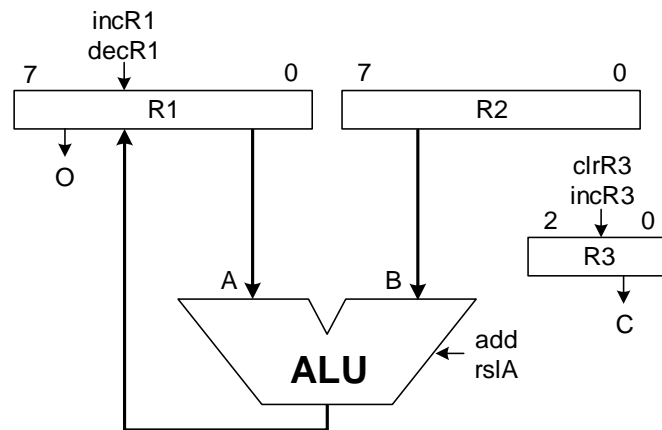
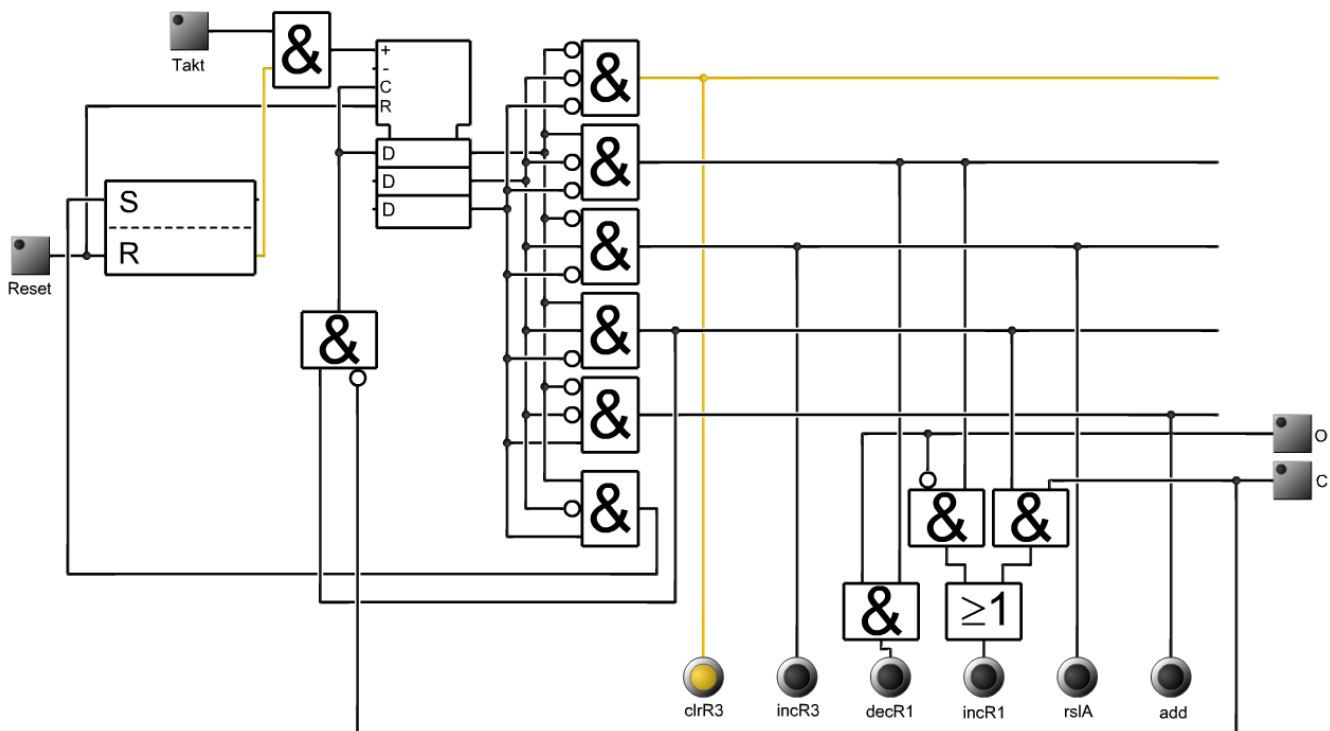

Abbildung 1: Operationswerk
Abbildung 2: Steuerwerk
Das gegebene Operationswerk aus Abbildung 1 basiert auf den zwei 8-Bit Registern R_1 und R_2 , dem 3-Bit Register R_3 und einer 8-Bit ALU. Sowohl die Eingänge als auch der Ausgang der ALU und Register sind 8 Bit breit. Mithilfe zweier Steuersignale können Operationen auf der ALU ausgeführt werden. Das Steuersignal *add* addiert die beiden an den Eingängen anliegenden Wert und das Signal *rslA* führt einen Ringshift auf dem am Eingang A anliegenden Wert um eine Stelle nach links durch. Das Register R_1 kann mithilfe des Steuersignals *incR1* inkrementiert und mithilfe des Signals *decR1*
- b) Analysieren Sie das in Abbildung 2 gegebene Steuerwerk für das Operationswerk aus Abbildung 1, indem Sie die nachfolgende Tabelle 1 um die Steuersignale ergänzen.